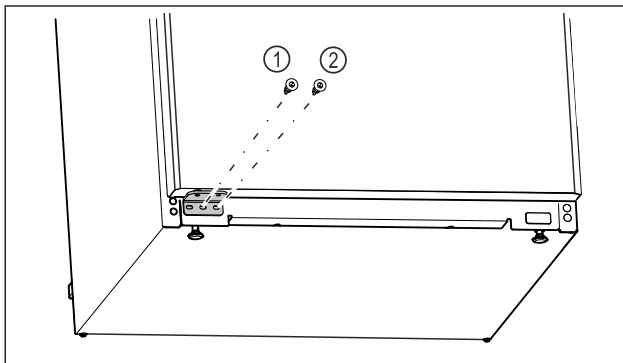

Fig. 24
- ▶ Przykręcić środkową śrubę płytki zawiasu Fig. 24 (1) śrubokrętem Torx 20.
- ▶ Przykręcić wewnętrzną śrubę płytki zawiasu Fig. 24 (2) śrubokrętem Torx 20.